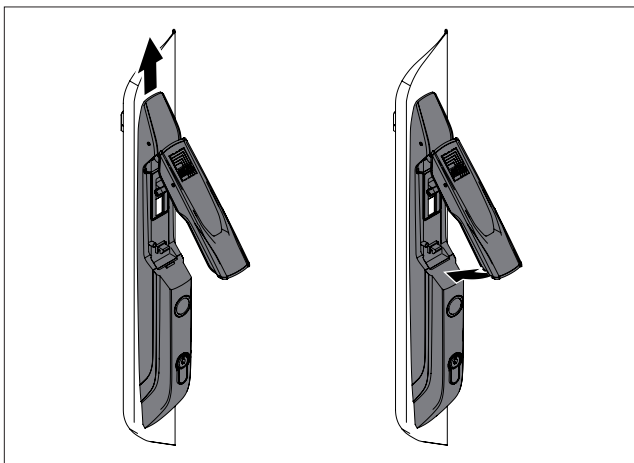

Abb. 21: Schließen des Griffs (Rechtsanschlag – Linksanschlag entsprechend)
- Schieben Sie den Griff nach oben und schließen Sie ihn (Abb. 21).